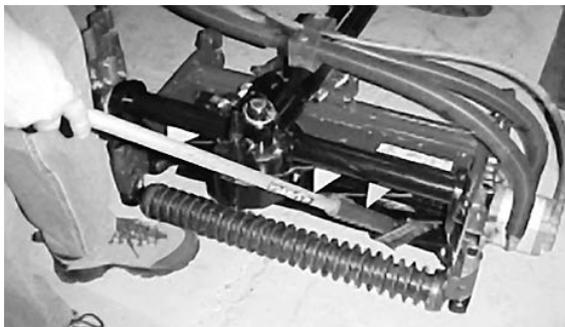

Bild 57
8. Tragen Sie mit einer Bürste mit langem Stiel Schleifpaste (Toro Bestell-Nr. 29-9100) auf die Spindel auf. Verwenden Sie nie Bürsten mit kurzem Stiel (Bild 57).